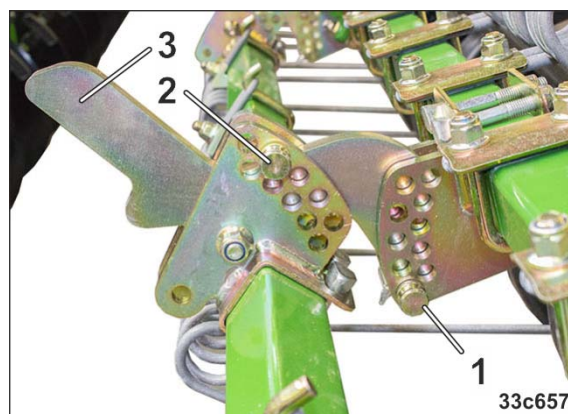

Fig. 193
3. Den Striegelzinkenbalken am Tragarmgriff (Fig. 193/3) festhalten.
4. Die Arbeitstiefe der Striegelzinken einstellen durch Abstecken des Tragarms mit dem Bolzen (Fig. 193/1).
6. Den Anstellwinkel der Striegelzinken zum Boden verändern durch Abstecken des Bolzens (Fig. 193/2)
Darauf achten, dass der Bolzen (Fig. 193/2) unterhalb des Tragarms (Fig. 193/3) im Verstellsegment abgesteckt wird.
Der Anstellwinkel wird flacher, je tiefer der Bolzen (Fig. 193/2) im Verstellsegment abgesteckt wird.
7. Den Bolzen (Fig. 193/2) nach jedem Umstecken mit einem Federstecker sichern.